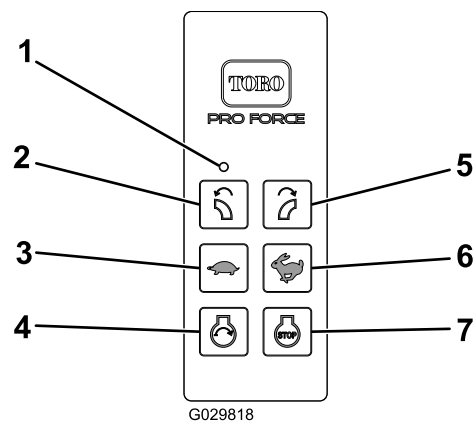

Figura 13
- Arrancar Motor sólo se energiza pulsando la tecla de Arranque mientras la condición Habilitar Arranque del Motor está activada. La condición Habilitar Arranque del Motor se activa únicamente después de realizar la secuencia Habilitar Arranque del Motor descrita a continuación (Figura 13):